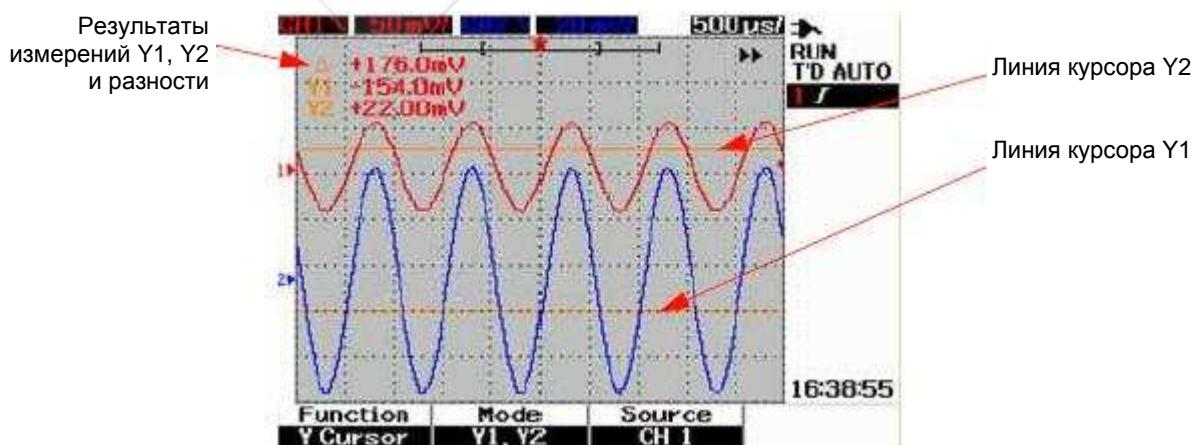

Рис. 3-27 Измерения с курсорами Y для сигнала в канале 1 с линиями курсоров Y1 и Y2
- На рис. 3-27 выбраны обе линии курсоров (режим Y1 and Y2), причем измерения выполняются для сигнала в канале 1.